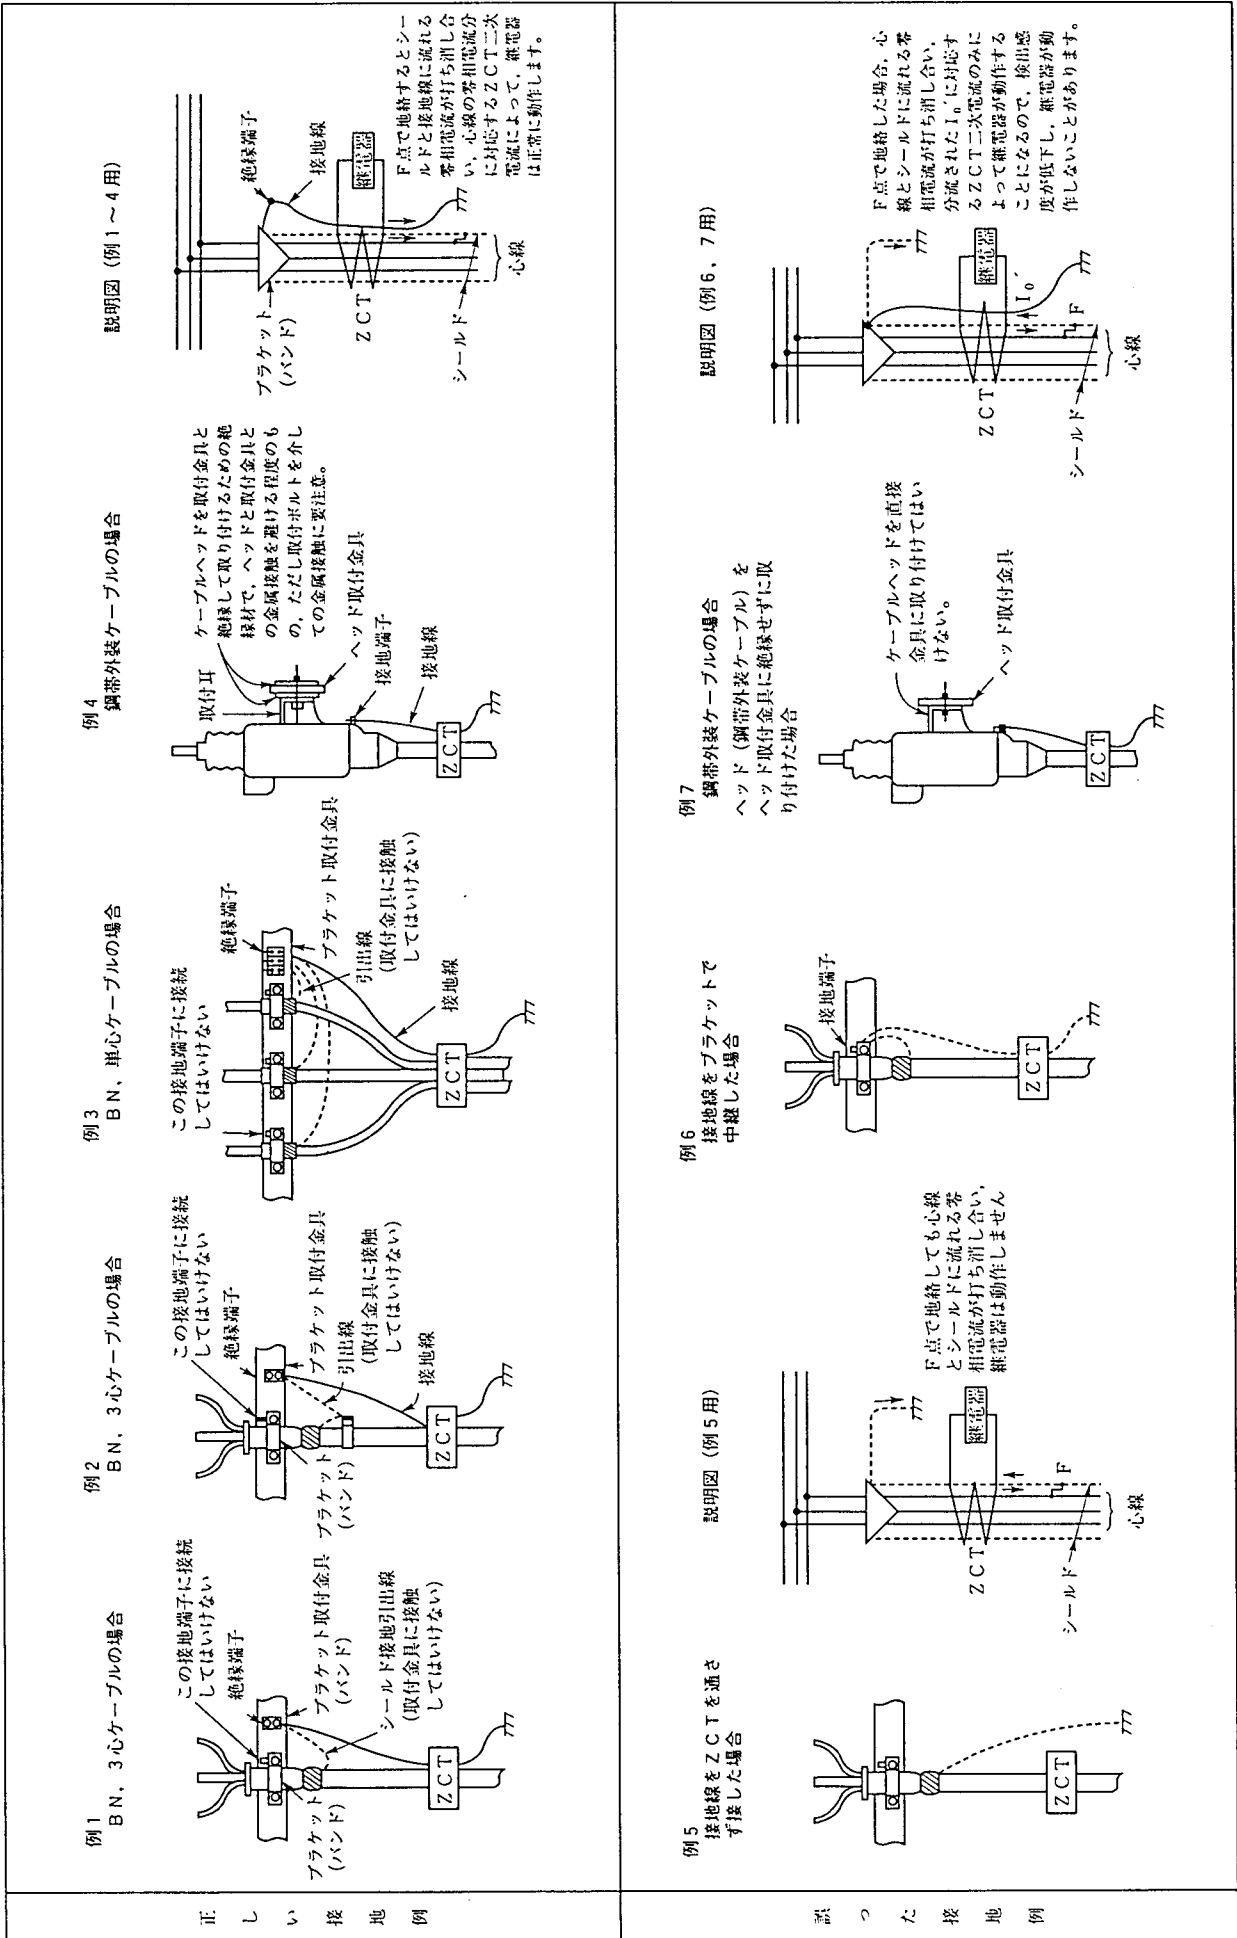

図7 ケーブル貫通形零相変流器使用時の電力ケーブル接地の正誤例
- (6) ケーブル貫通形零相変流器使用時に電力ケーブル端末の接地法を誤ると、継電器が動作しない恐れがあります。下記事項に注意してください。また、図7に接地の正誤例を示します。
- (b) BN、プラスチックケーブルなどを使用する場合は、ケーブルブラケット、またはバンド取付金具に絶縁端子を設けるので、図7例1、2、3のように、この端子でケーブルシールドからの引出線と接地線の中継してください。誤ってケーブルブラケットまたはケーブルバンドで中継したり、ケーブルシールドからの引出線がブラケット取付金具などに接触したりすると継電器が動作しないことがあります。